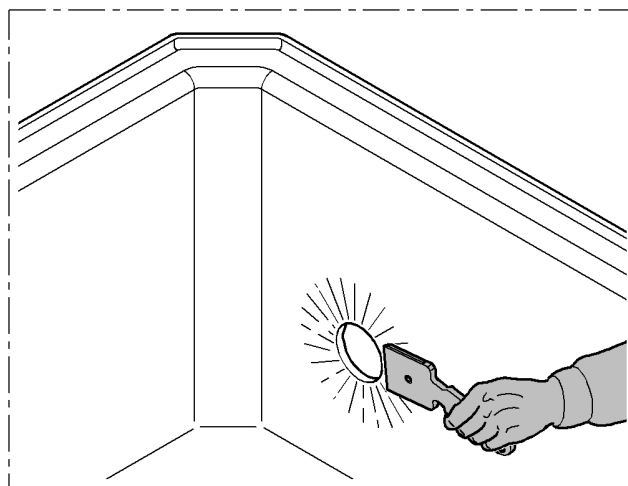

Fig. 2
- Raspar as superfícies ao redor do furo envolvidas na soldagem utilizando o raspador manual (RAM1) e limpá-las utilizando um pano embebido em líquido decapante (LID1). (Fig. 2)